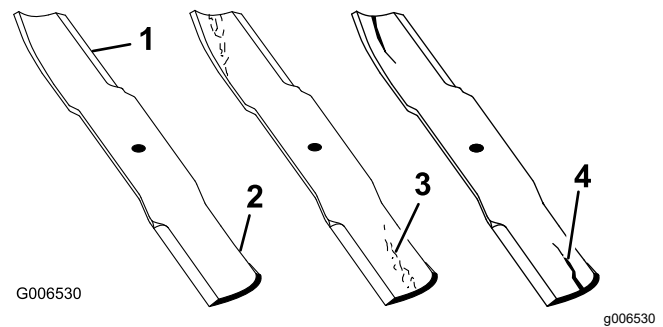

Figura 70
1. Inspeccione los filos de corte (Figura 70).
4. Si observa fisuras, desgaste o la formación de una ranura en esta zona, instale de inmediato una cuchilla nueva (Figura 70).